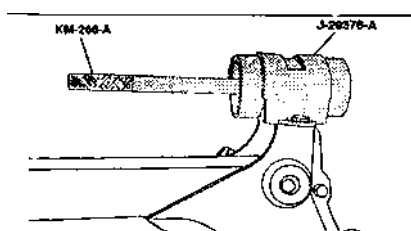

Рис. 5.42.
- извлечь окончательно втулку из рычага с помощью подходящих оправки (например, оправки J-29376-6A) и стержня (например, стержня КМ-266-A) (рис. 5.42).